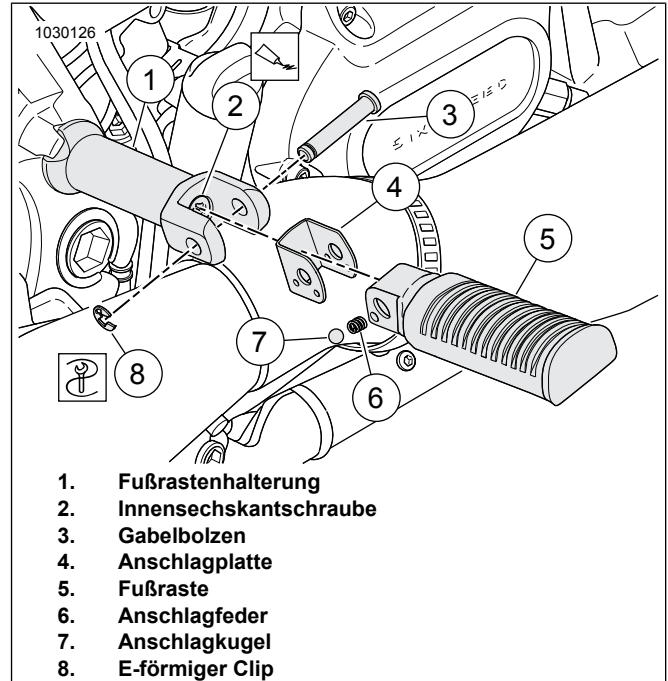

Abbildung 1. Softail Soziusfußraste
1. Siehe Abbildung 1 Den E-förmigen (8) und den Gabelbolzen (3) vom Fußrastenträger (1) entfernen. Fußraste (5) entfernen und zur späteren Verwendung aufheben.
2. Anschlagplatte (4), Anschlagfeder (6) und Anschlagkugel (7) aus Fußrastenträger ausbauen.
3. Innensechskantschraube (2) und Fußrastenträger (1) vom Fahrzeug entfernen.
Siehe Abbildung 1 zum Einbau neuer Fußrasten am Fahrzeug.